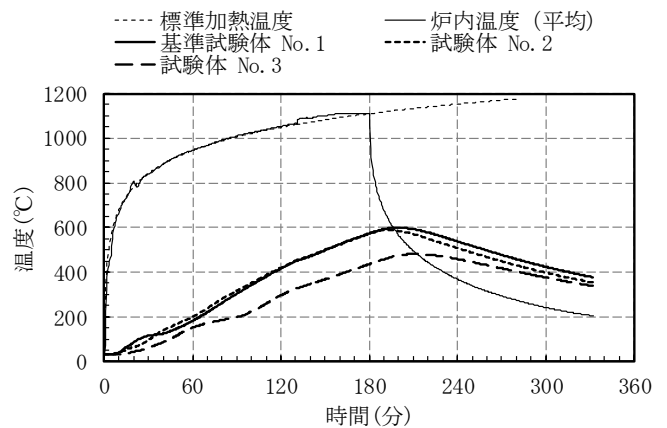

図3 測定点①における温度曲線
②温度測定結果
内部温度の測定結果を表4に示す。また、温度条件が最も不利になると考えられる測定点①における温度曲線を図3に示す。